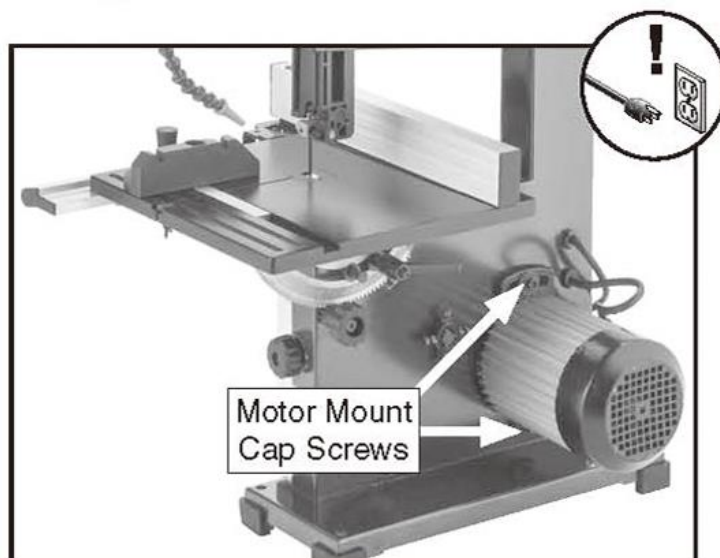

Рисунок 52. Расположение винтов крепления двигателя, используемых для регулировки натяжения приводного ремня.
3. Ослабьте винты крепления двигателя (см. рис. 52 на стр. 40).